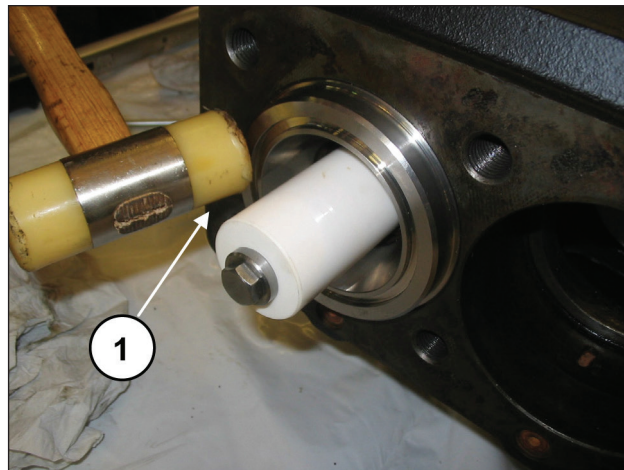
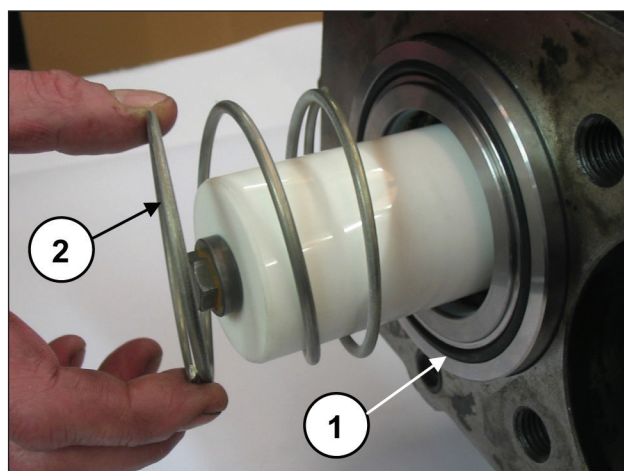

Abb. 186
Abb. 187
Vergewissern Sie sich, dass die Gruppe Buchse-Dichtungshalter bündig in ihrem Sitz liegt (Pos. ①, Abb. 186); montieren Sie den frontseitigen O-Ring der Buchse und die Feder (Pos. ①②, Abb. 187).